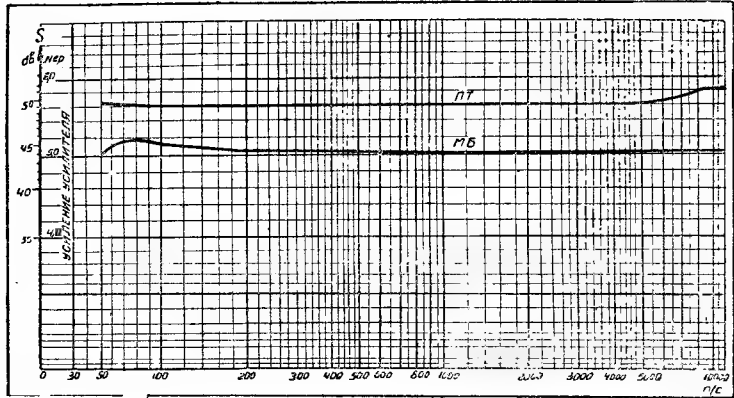

Рис. 4. Частотная характеристика усилителя УБ-1: кривая ПТ — при питании усилителя от переменного тока; кривая МБ — при питании усилителя от местной батареи
3. Отклонение частотной характеристики (рис. 4) $\pm 2,5$ db